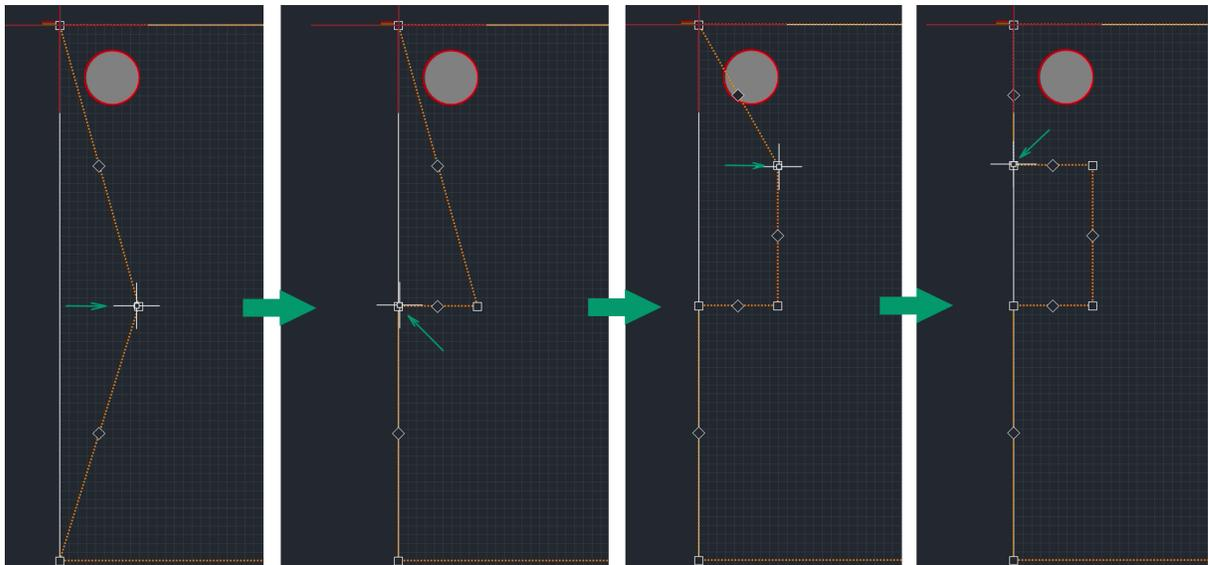

Рис. 459 Редактирование границ области металлизации
3. Отредактируйте границы области металлизации, например, с помощью перемещения точек трансформации, см. Рис. 459.